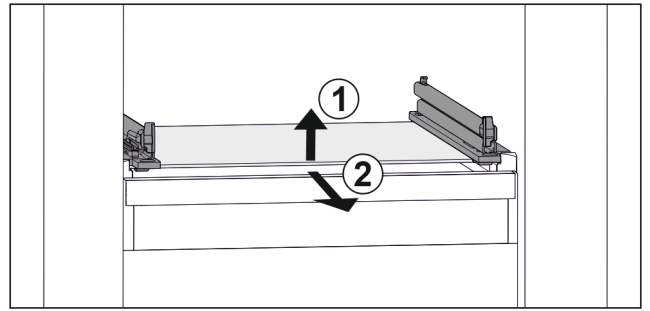

Fig. 110 Exemple de représentation de la tablette en verre
- ▶ Soulever la tablette en verre par l'avant. Fig. 110 (1)
- ▶ Retirer la tablette en verre par l'avant. Fig. 110 (2)